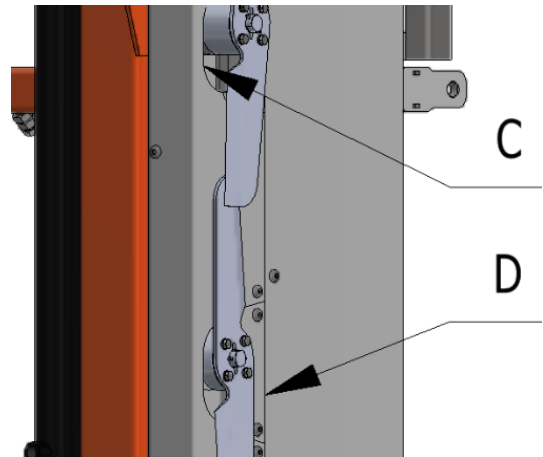

Figura 9.14 – Blindagens das correias de transmissão
- Desmonte as chapas de blindagem **C** e **D** (Figura 9.14);
Após afinar todas as correias, de acordo com o procedimento descrito, monte as chapas de blindagem **C** e **D** (Figura 9.14).